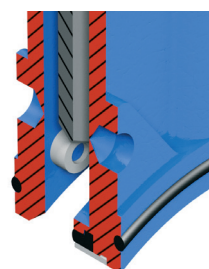

Fig.10
3. Allentare tutti le viti che uniscono il corpo (1) al coperchio (2).
4. Togliere l` sistema di azionamento, coperchio (2) e saracinesca (4) dal corpo (1).
5. Togliere la guarnizione della sede (18) tra il coperchio (2) e il corpo (1) e pulire il alloggiamento.
6. Collocare una nuova guarnizione della sede (18) con le stesse dimensioni di quella tolta.
8. Assicurarsi che la guarnizione della sede (18) sia posizionata correttamente tra il coperchio (2) e il corpo (1) e inserire la saracinesca (4), coperchio (2) e azionamento nel corpo (1).
9. Al momento della introdurre le saracinesca nel corpo, fare attenzione che le pattini rimangano in sua posizione (fig. 10). Assicurarsi inoltre che la giunto di chiusura non sia danneggiato.
10. Stringere accuratamente tutti le viti del coperchio (2) in modo incrociato.
12. Sottoporre la valvola a pressione nella linea verificando che non ci siano fughe tra il coperchio (2) e il corpo (1), né tra lo stelo (11) e il coperchio (2).